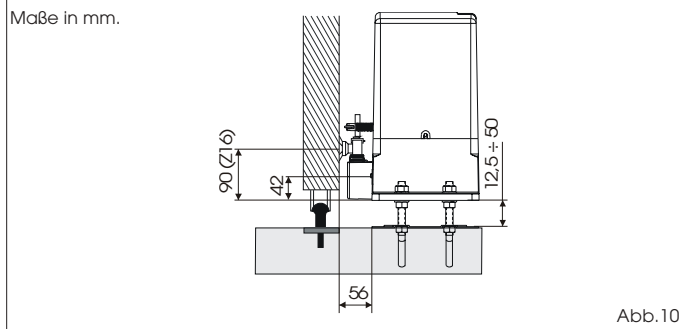

Abb. 10
- 3- Die Höhe des Getriebemotors und den Abstand zum Tor unter Bezugnahme auf die Maße in Abb. 10 einstellen.